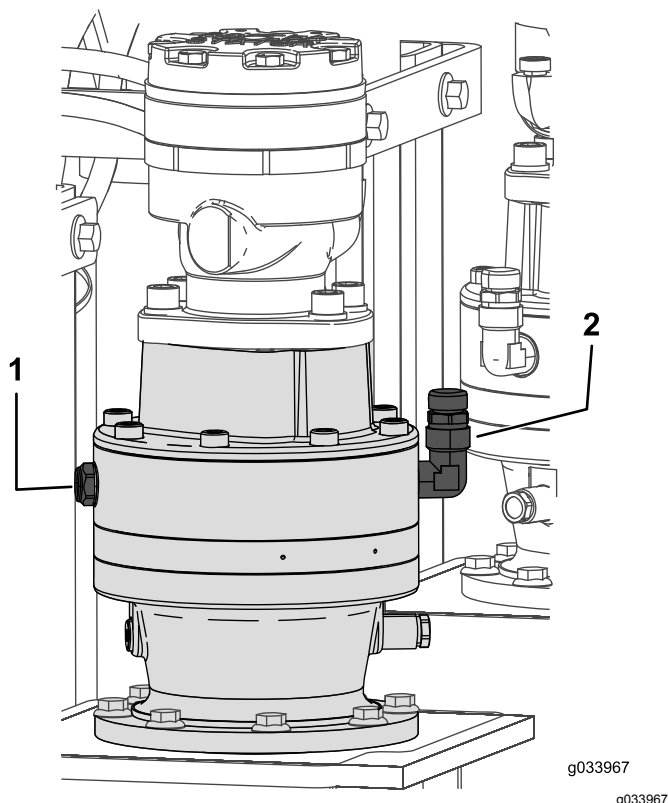

Bild 102
1. Prüfen Sie den Ölstand im Schauglas für jedes Planetengetriebe der Verankerung (Bild 102).
2. Nehmen Sie den Entlüfterdeckel ab und füllen Öl in das Planetengetriebe, bis der Ölstand mindestens die Hälfte des Schauglases bedeckt (Bild 102).